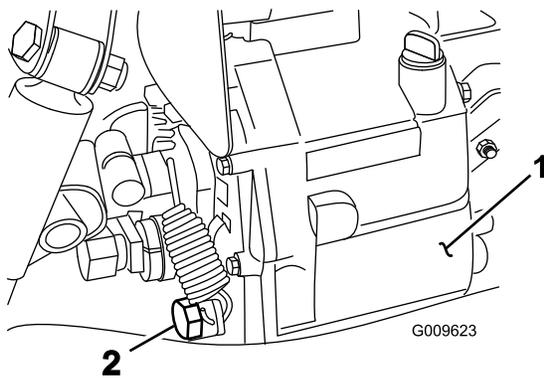

Figura 70
4. Togliete la valvola di spurgo situata sul fianco del serbatoio e lasciate defluire il fluido idraulico in una bacinella (Figura 70).